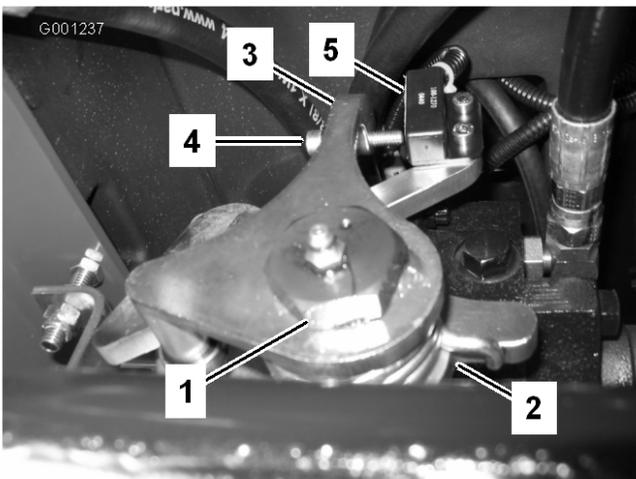

図 57
3. 走行調整カムの反対側にある固定ネジをゆるめる (図 57)。
7. ニュートラル復帰アームのネジ (図 57) を調整してネジの端部とスイッチとの隙間を2.3~3.0 mm とする。